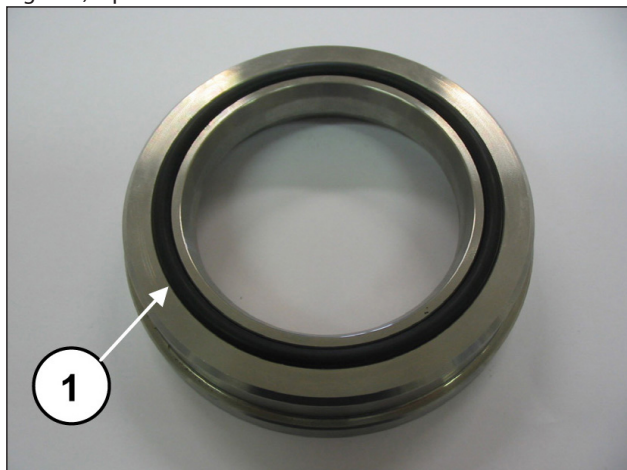

Fig. 168
Montare ora sull'anello di testa baderne l'O-ring (pos. ①, Fig. 168) e posizionarlo nella sede sulla testata.